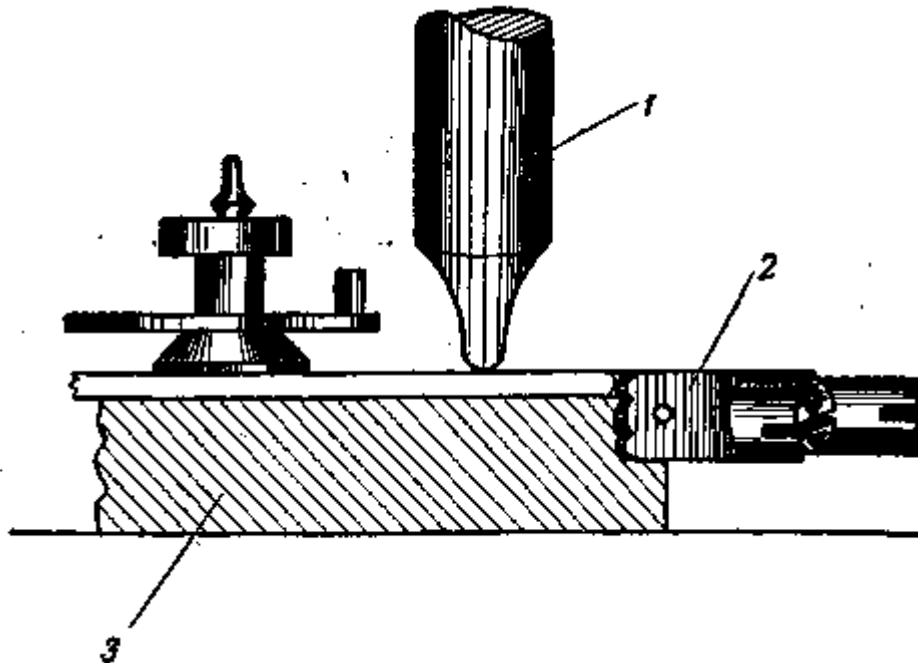

Рис. 89. Способ выравнивания баланса: 1 — пуансон; 2 — баланс; 3 — деревянная подставка
2. Оправка-подставка из дерева твердой породы с гладкой рабочей поверхностью, с отверстием для двойного ролика. На оправку кладут перекладину баланса и с небольшим нажимом выправляют ее пуансом (рис. 89).